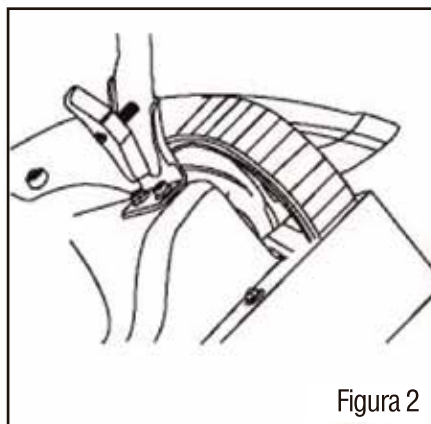

Figura 2
1. Encaje los extremos de la manilla inferior en las ranuras para la manilla (Figura 2).
2. Fije cada lado de la manilla a la carcasa del cortacésped con un perno, una golilla, un separador y una tuerca (Figura 2). Apriete los pernos.